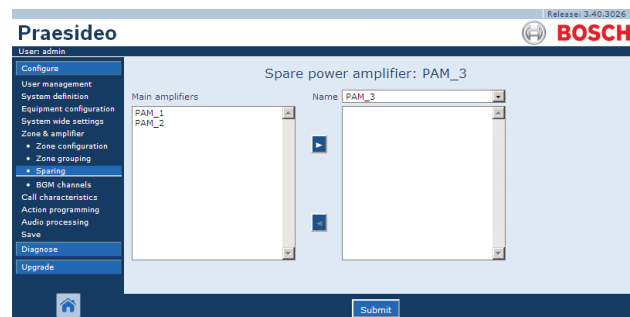

Abbildung 45.12: Reservegeräte, Schritt 2
- 2 Wählen Sie einen Reserveverstärker, dem ein Hauptverstärker des Dropdown-Listenfeldes *Power Amplifier* zugewiesen werden soll. Beispiel: *PAM_04* (siehe Abbildung 45.12).